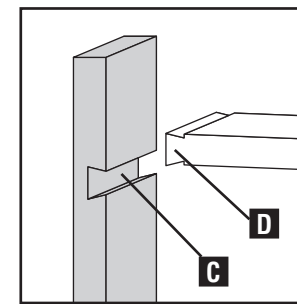

Fig. 7
La queue d'aronde sur chant, ou la queue d'aronde coulissante (Fig. 7), consiste d'une enclave en forme de queue d'aronde (C) dans une des planches et d'un tenon en forme de queue d'aronde (D) dans l'autre planche.